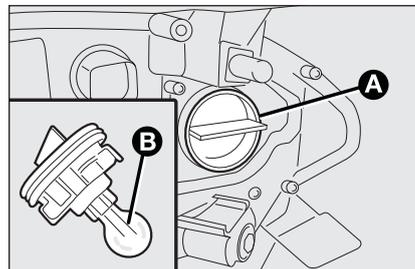

fig. 23
- extraiga la lámpara **B-fig. 23** y sustítuyala;